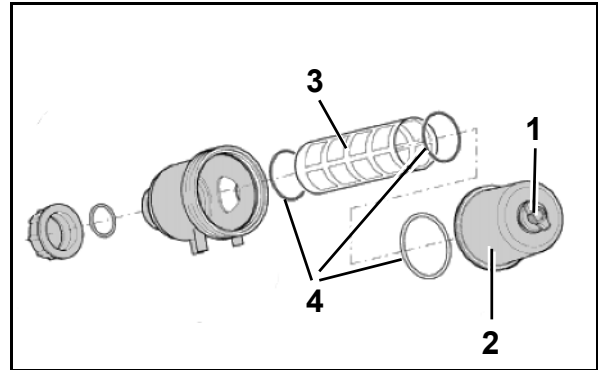

Fig. 180
Rengör sugfiltret (Fig. 180) dagligen då sprutningsarbetet avslutats.
5. Lossa vingmuttern för sugfiltret (Fig. 180/1).
6. Demontera locket (Fig. 180/2).
7. Demontera och rengör filterinsatsen (Fig. 180/3).
8. Kontrollera o-ringarna (Fig. 180/4) avseende skador.
Se till att o-ringarna (Fig. 180/4) kommer korrekt på plats.